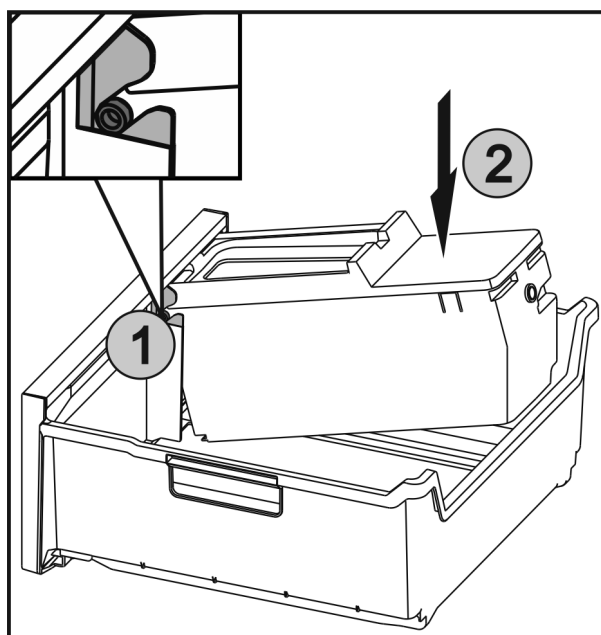

Fig. 43
- Lükake teljed Fig. 43 (1) EasyTwist-Ice'il juhikutesse ja vajutage tagumist külge Fig. 43 (2) kuni aasa fikseerumiseni.